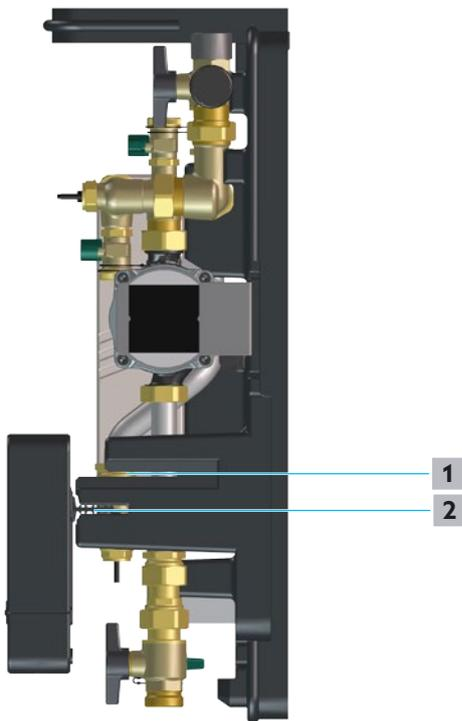

Fig. 28: Position de montage
- 3 Tourner le régulateur et le fixer dans la position de montage comme illustré sur la Fig. 28 en page 42.